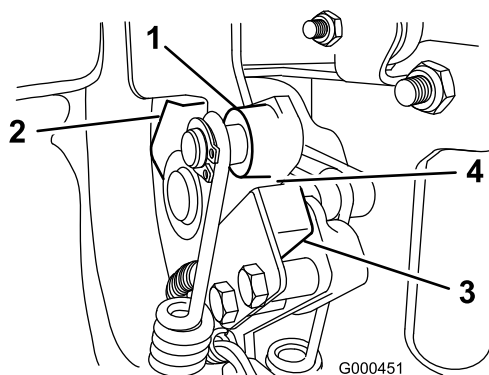

Figure 33
2. Engagez le levier de commande de déplacement jusqu'à ce qu'il touche la butée de point mort (Figure 33).
3. Desserrez les fixations du contacteur de sécurité (Figure 33).
4. Placez une cale de 0,8 mm entre le levier de commande de déplacement et le contacteur de sécurité (Figure 33).